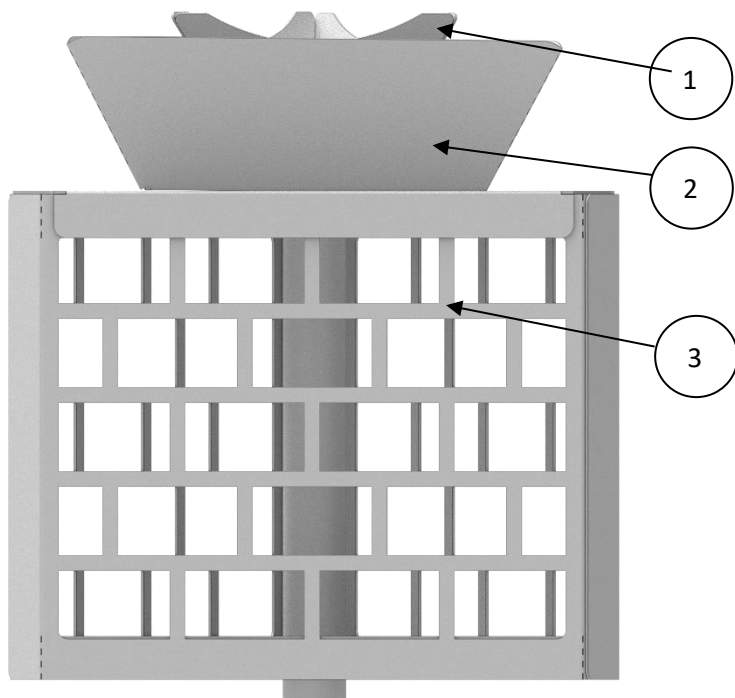
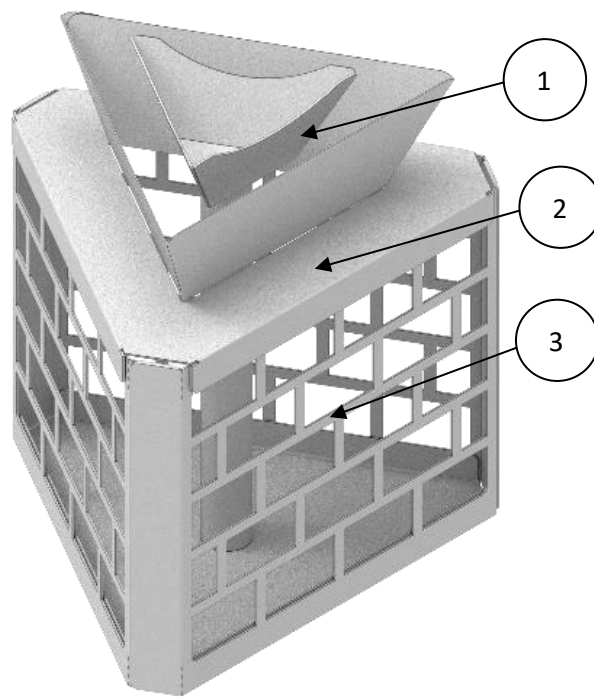

Рис. 6. Вид спереди
Рис. 7. Изометрическая проекция.
2) Сетка для камней – цилиндр треугольного сечения, с прорезанными стенками, для заполнения обвалованным жадеитом мелкой фракции или шариками из нержавеющей стали (Рис. 6. Сетка для камней – вид спереди., Рис.7. – Сетка для камней – изометрическая проекция).